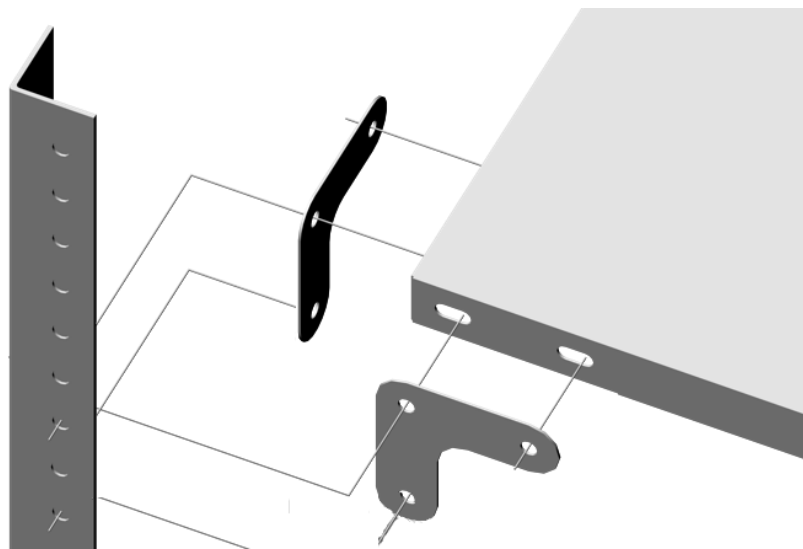

Рис. 8
3. Совместите отверстия полок и стойки. Между верхними и нижними полками и стойкой устанавливаются усилительные уголки (рис. 8).